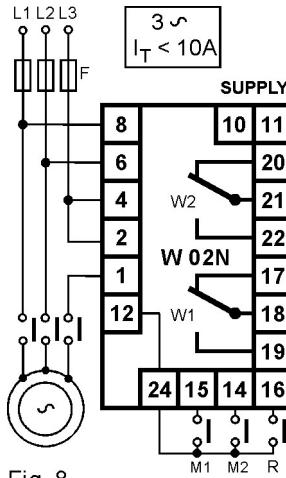

Fig. 8
Seguire lo schema di fig.8
Follow diagram of fig.8
a) Se It è minore di 10A si può usare l'inserzione diretta (v. schemi di fig.8 e 10.)
Tensione motore 400Vac, It=3,5A (fig.8).